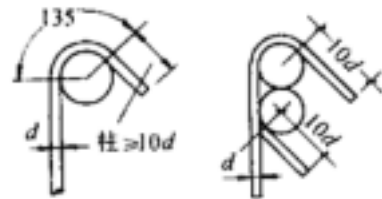

图 4-21
3.1.5.4 有抗震要求的地区，柱箍筋端头应弯成 135° ，平直部分长度不小于 $10d$ (d 为箍筋直径)，见图 4-21。如箍筋采用 90° 搭接，搭接处应焊接，焊缝长度单面焊缝不小于 $5d$ 。